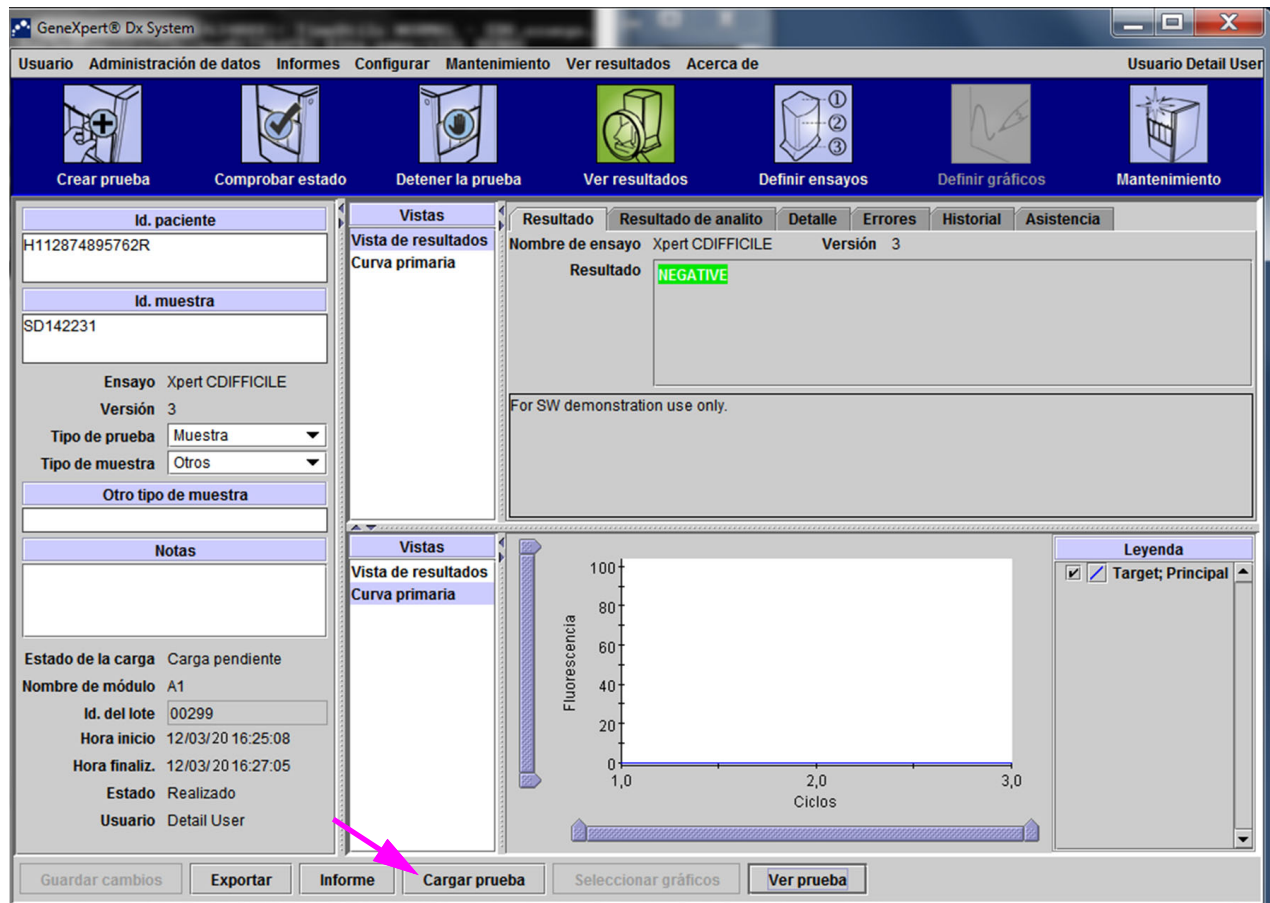
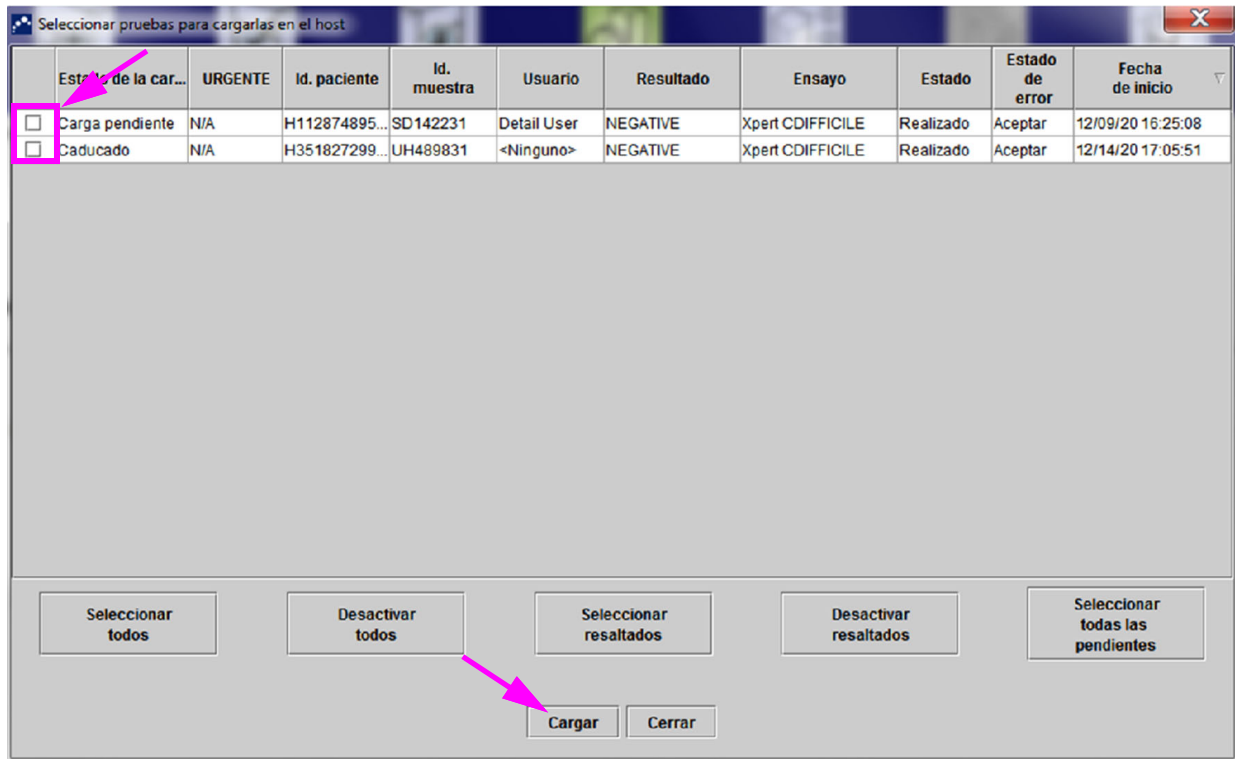

Figura 5-99. Carga en el host mostrada en el área de información de la prueba de la ventana Ver resultados
Figura 5-100. Ventana Seleccionar pruebas para cargarlas en el host
Una vez completada la prueba, se cargará automáticamente el resultado. Aparece el estado de la carga en el área de información de prueba de la ventana Ver resultados. Consulte la figura 5-99.
2. Haga clic en **Cargar prueba** en la ventana Ver resultados (consulte la figura 5-99). Aparece la ventana Seleccionar pruebas para cargarlas en el host, con las pruebas completadas. Consulte la figura 5-100.